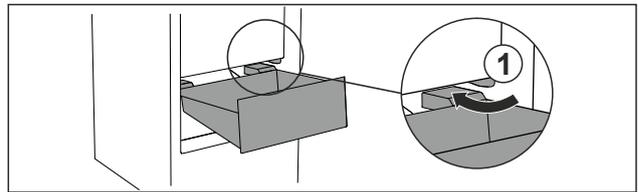

Fig. 92
- ▶ Far passare il cassetto intorno ai fermi Fig. 92 (1) inclinandolo.